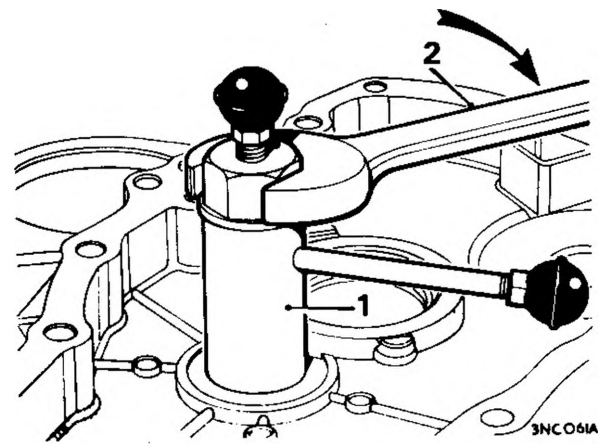

Fig. F.22
43. Rimuovere l'altro cuscinetto dell'ingranaggio intermedio dalla scatola del volano con l'attrezzo 18G 581. Fig. F.22.